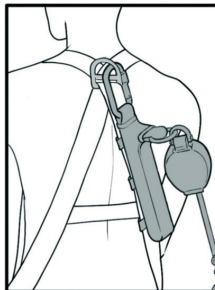

fig.3
3. Tilpass borrelåsfestene til riktig del av seletøyveven for å holde den støtdempende pakken fast (fig. 3).